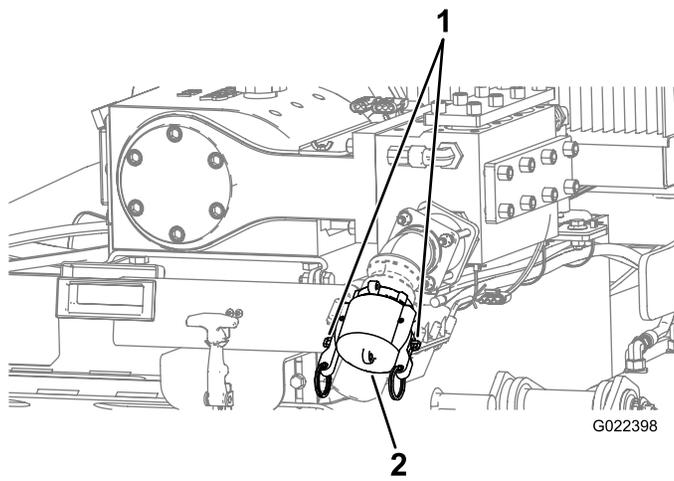

Bild 83
1. Heben Sie die Verschlüsse am Pumpeneinlassdeckel und nehmen den Deckel ab (Bild 83).